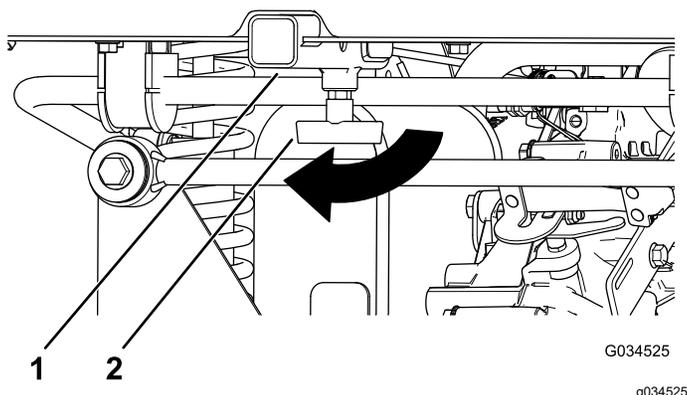

Figura 17
- Desaperte a pega em T rodando-a no sentido dos ponteiros do relógio (Figura 17).
- Insira o acessório no recetor até que o acessório atinja o fim do recetor (Figura 17).